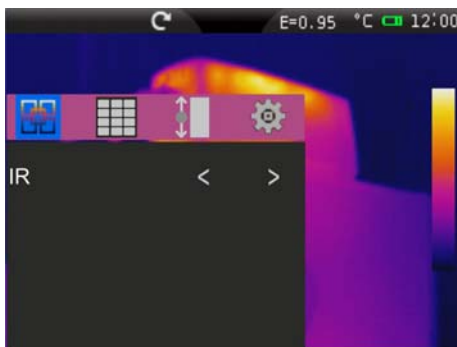

Abb. 41: Einstellung und Anzeige des IR Bildes
- **IR** → Anzeige nur des IR Bildes (siehe Abb. 41)